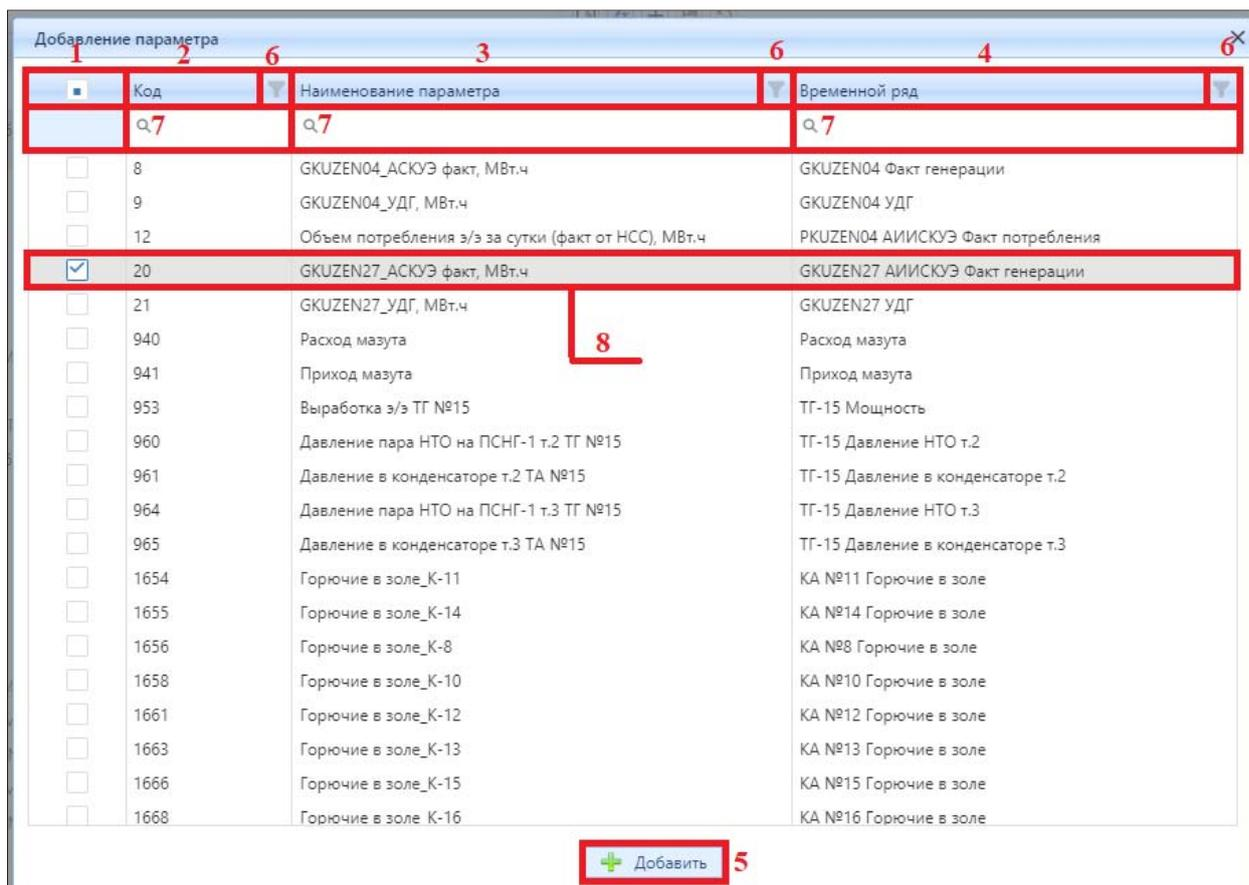

Рисунок 4.2.30 – Внешний вид окна «Добавление параметра»
Для добавления нового параметра из внешних систем, в значении которого необходимо настроить валидацию нажмите на кнопку (6) «Добавить» (рис. 4.2.29). После нажатия появится окно «Добавление параметра» (рис. 4.2.30).
Внешний вид окна имеет табличную структуру. В колонке (1) (рис. 4.2.30) установите признак напротив необходимого параметра из внешних систем. Для оперативного поиска параметра воспользуйтесь строкой поиска в колонке (2) «Код» (рис. 4.2.30), (3) «Наименование параметра» (рис. 4.2.30), «Временной ряд», в которую возможно ввести код параметра, наименование параметра или наименование временного ряда соответственно. Для удобства и оперативности просмотра информации реализованы вспомогательные кнопки и поля. В колонках присутствует кнопка (6) «Отфильтровать» (рис. 4.2.30), предназначенная для фильтрации отображаемой информации. Строка поиска (7) (рис. 4.2.30) предназначена для оперативного поиска информации, хранящейся в определенной колонке.
В качестве примера рассмотрена строка (8) (рис. 4.2.30), в которой установлен признак для параметра «GKUZEN27_АСКУЭ факт, МВт.ч». После установления признака нажмите на кнопку (5) «Добавить» (рис. 4.2.30) для добавления параметра в блок (3) на рис. 4.2.30. После добавления параметра окно «Добавление параметра» автоматически закроется.